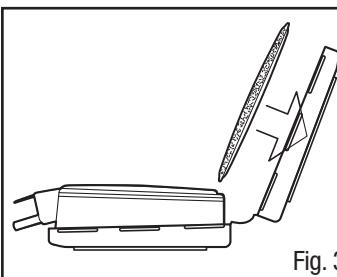
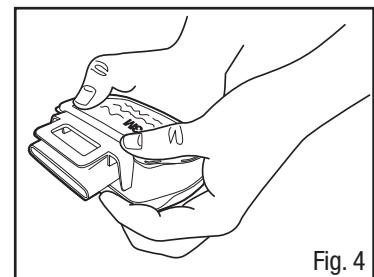

Fig. 3
Fig. 4
- Orienter un filtre dans l'autre moitié du dispositif de retenue de filtre de manière que la forme du filtre s'aligne avec la forme du dispositif de retenue de filtre et que le côté imprimé du filtre soit orienté vers le bas (Fig. 3). Enrouler l'extrémité opposée du dispositif de retenue autour de la cartouche et la fixer en appuyant sur les quatre coins du dispositif de retenue de filtre (Fig. 4).